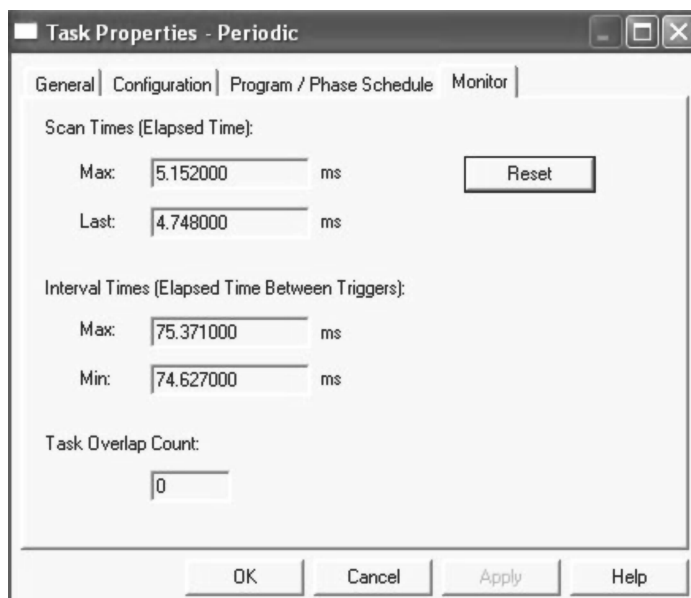

图 11-4 监视 (Monitor) 选项卡界面
3. 出现“任务属性”（Task Properties）窗口后，单击“监视”（Monitor）选项卡，如图 11-4 所示。